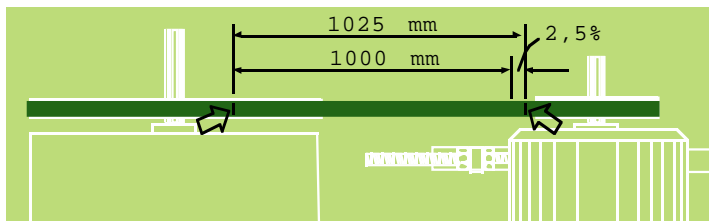

Fig 2. 2 st mätstreck ritas på remmen innan den späns upp. Remmen sträcks tills avståndet mellan strecken får önskat värde.
6. Mät upp längsta fria mätsträcka på remmen i jämna 100 mm. **Remmen får ej vara i kontakt med remskivorna inom mätstrecken** (se fig 2).